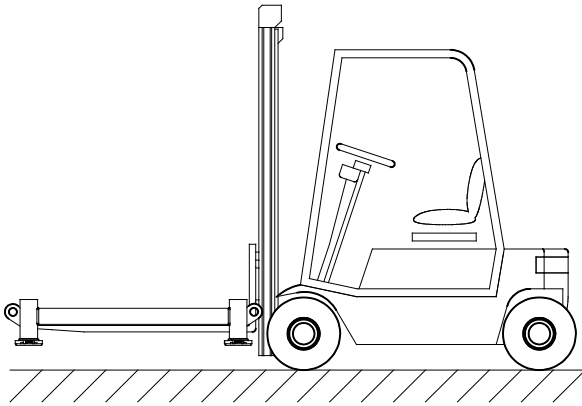
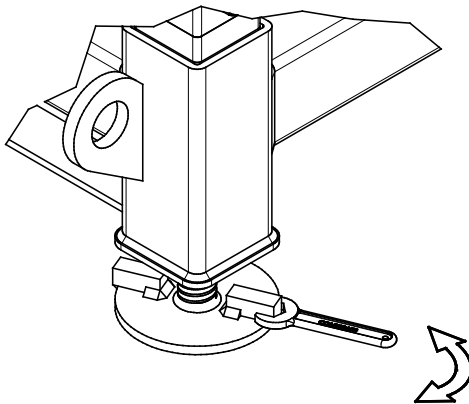

Abbildung 12. Anheben des unteren Rahmens mit einem Gabelstapler.
Abbildung 13. Anpassen der Fußhöhe mit einem 22 mm-Schraubenschlüssel.
1. Stellen Sie sicher, dass der Boden, auf dem das Verladesystem MkII aufgestellt wird, verhältnismäßig flach ist. Die Verladesystem MkII Basis verfügt über verstellbare Füße mit einer maximalen Neigung von 5 Grad. Verwenden Sie zum Anheben des unteren Rahmens einen Gabelstapler, platzieren Sie die Gabeln unterhalb der horizontalen Rohre und spreizen Sie die Gabeln vor dem Anheben auseinander. Siehe Abbildung 12. Stellen Sie den unteren Rahmen auf den Boden. Verwenden Sie eine Wasserwaage, um sicherzustellen, dass der untere Rahmen gerade ist. Falls dies nicht der Fall ist, drehen Sie die Füße einfach per Hand oder verwenden Sie einen 22 mm-Schraubschlüssel zum Verstellen oder schlagen Sie mit einem Hammer auf die Justierschiene, um die Füße zu verstellen, bis der untere Rahmen gerade ist. Siehe Abbildung 13.